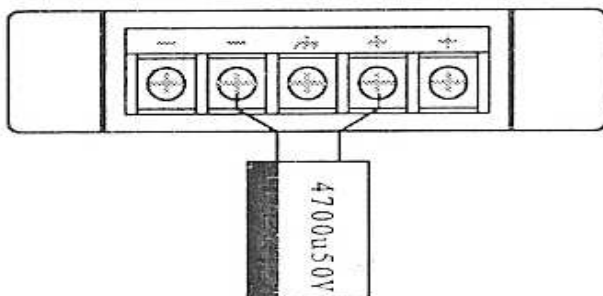

Figura 6
- 3) În cazul alimentării unor sarcini inductive (cum ar fi un buzzer electric DC), trebuie să montați un condensator de 4700⁰F-2200⁰F/50V pentru bornele suplimentare ale blocului de alimentare, așa cum se arată în figura 6.